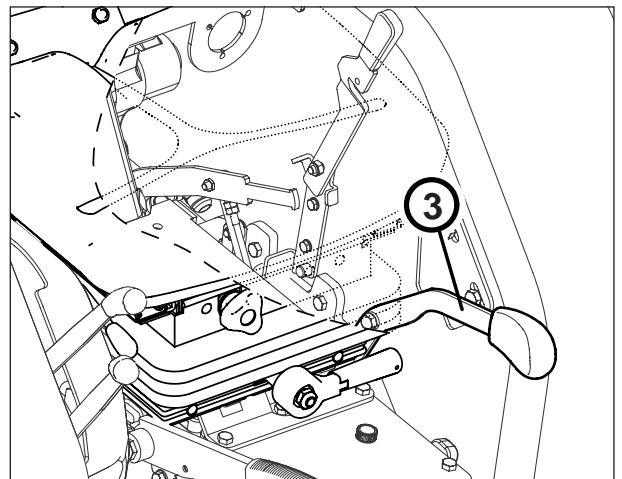

Fig. 39c
3. *Palanca de selección TdF (Fig. 39c)*